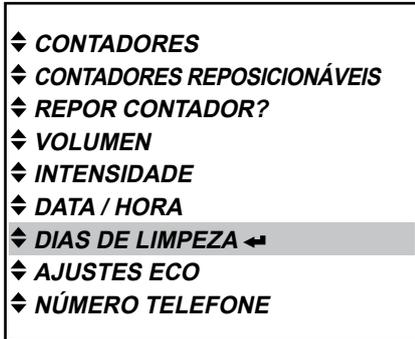

Fig. 38
- Prima a tecla Enter ◀ para aceder ao menu «DIAS DE LIMPEZA». (Fig. 38)